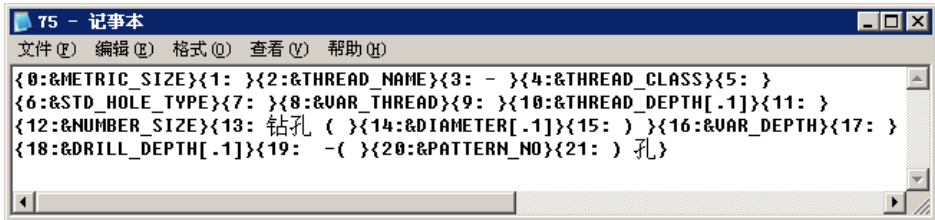

图 5.3.18 “记事本”窗口
- 修改注解文本的另一种方法是,单击“注解属性”对话框中的 **编辑器...** 按钮,系统弹出图 5.3.18 所示的“记事本”窗口,可以在记事本中修改文本内容,修改并保存记事本,再单击“注解属性”对话框中的 **确定** 按钮,即可修改文本内容。
- 从图 5.3.18 所示的“记事本”窗口中可看出,注解文本被系统分解成可独立于其余注解而单独处理的文本区域,每个文本区域以大括号与其他文本区域相隔开,并且在每个文本区域中,系统在之前加以整数标签。标签标明文本的起始顺序及该部分的所有属性。因此,如果增加必要的文本,需要添加相应的大括号和整数标签;如果更改原来文本的内容,需在大括号中作相应的修改。由于在记事本中的行数是显示在视图中注解的行数,通过在文本行中对行数的修改即可修改注解的行数(注意如果要删除注解中的文本行,需删除该行的所有文字内容,包括该行的大括号、整数标签及空行)。如果直接在“文本”选项卡的文本框中修改,其相应的规则和在记事本中的修改类似,只是在文本框中各个文本区域并没有被大括号隔开,且没有整数标签。